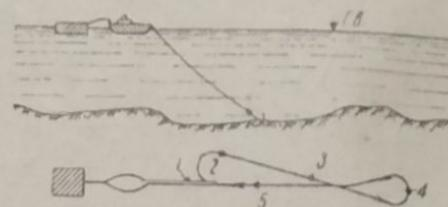

Рис. 2. Схема работы по финскому способу
При финском способе работы варповальный трос закрепляется за якорь (рис. 2). Судно отходит от кошеля задним ходом по траектории (1), делает поворот (2) для движения по направлению (3). В точке (4) отдается якорь, судно поворачивает обратно к кошлю и сматывает трос с варповальной лебедки. Судно движется по траектории (5) до плотов, затем подчищается к буксируемому предмету, и начинается процесс варпования. При подходе к точке (4) вынимается якорь, и процесс начинается снова.